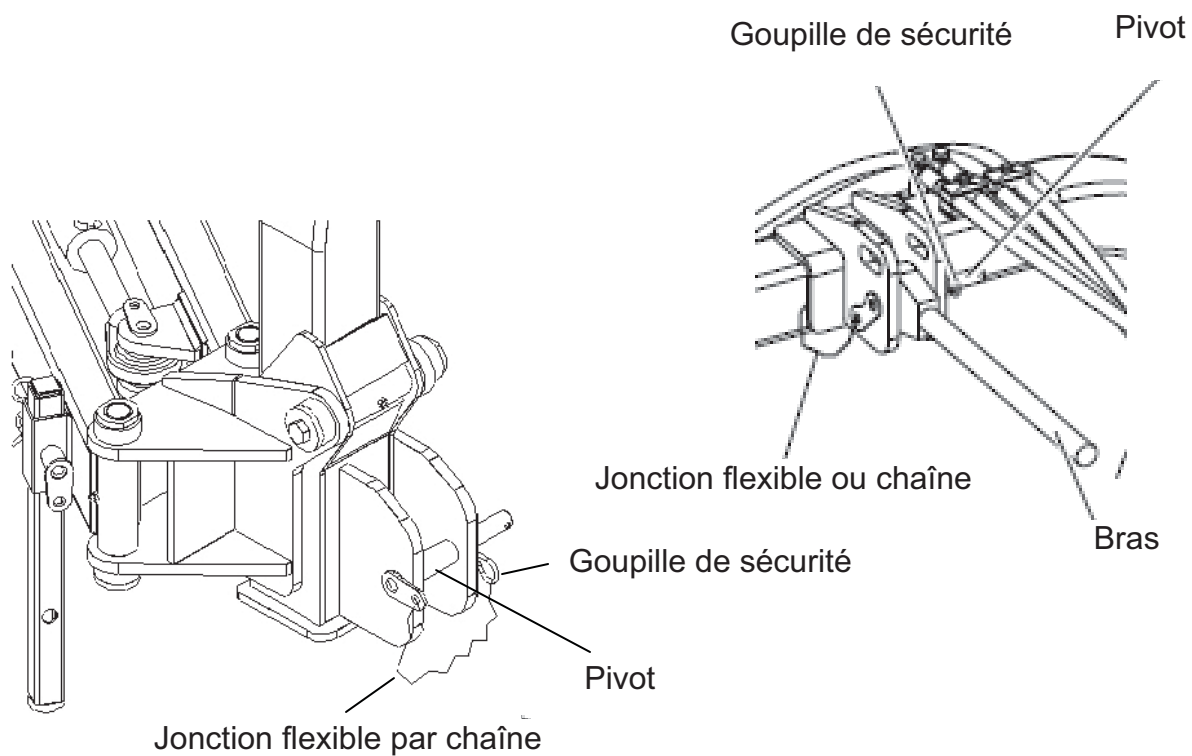

Fig. 1.5 - Jonction au point supérieur et points inférieurs
b) ATTELAGES À TROIS POINTS (fig. 1.5)